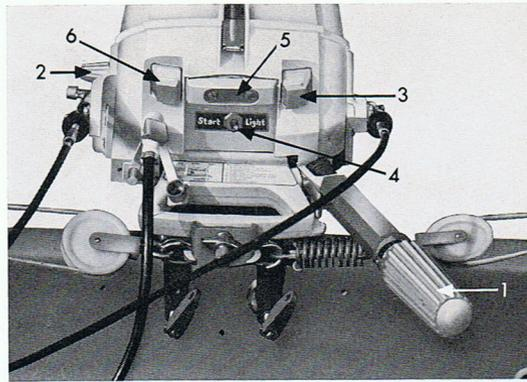

Bild 5
**Start frei zur ersten Fahrt** (s. Bild 5)
zu Bild 5
### Elektrische Anlage (s. Bild 5)